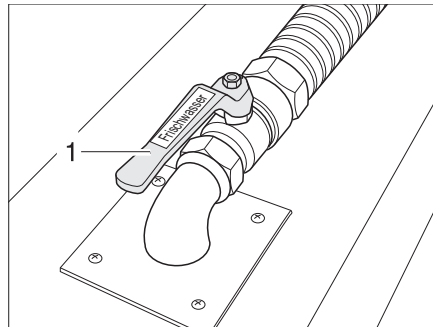

Fig. 258 Llave de desagüe en el doble fondo
La llave de desagüe (Fig. 258,1) está colocada en el doble fondo. La llave de desagüe está identificada con el rótulo "Frischwasser" ("Agua potable").
- Abrir la llave de desagüe (Fig. 258,1). Se vacía el agua.